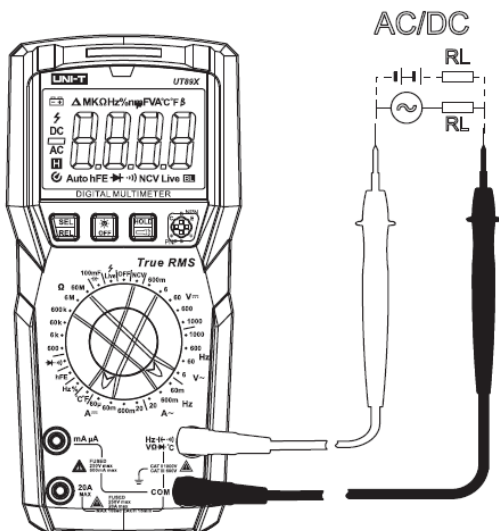

Рисунок 8
**9.6 Измерение постоянного и переменного тока (Рисунок 8).**